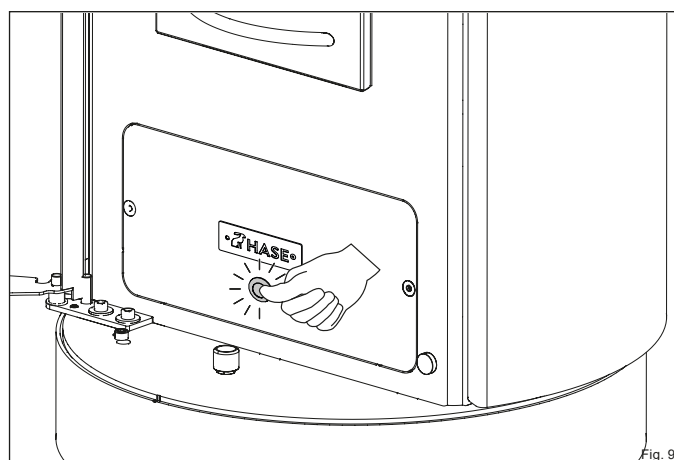

Fig. 9
- Appuyez sur l'interrupteur marche/arrêt (Fig. 9).